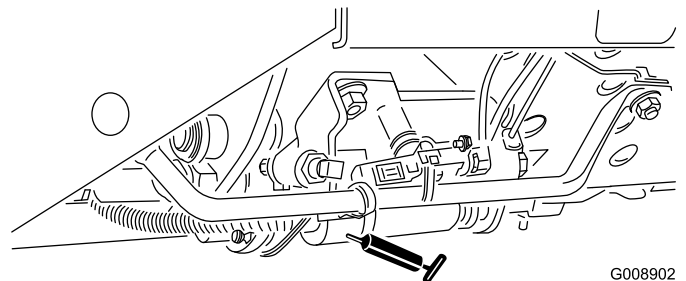

Figura 37
- Slitta di tosatura/trasporto (Figura 37)